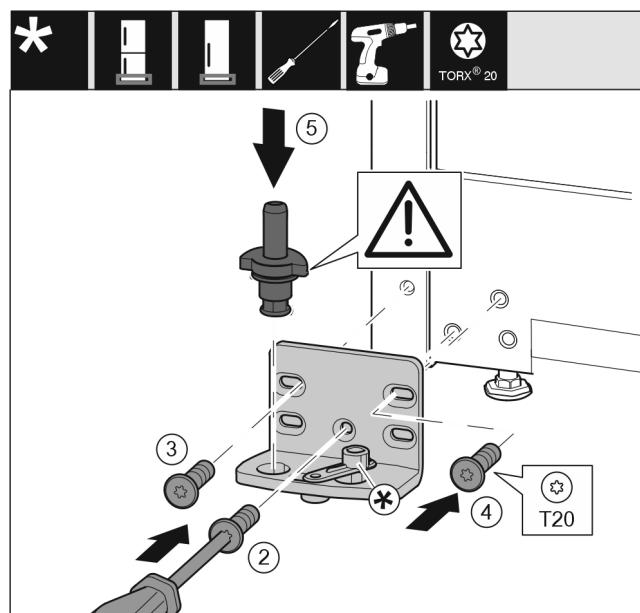

Fig. 18
- Ležajni podstavek namestite na drugo stran in ga po s pomočjo izvijača. Pričnite z vijakom Fig. 18 (2) spodaj na sredini.
- Privijte vijke Fig. 18 (3) in vijke Fig. 18 (4).
- Vstavite ležajni sornik Fig. 18 (5) do konca. Pri tem pazite na to, da je zaskočni zapah obrnjen nazaj.